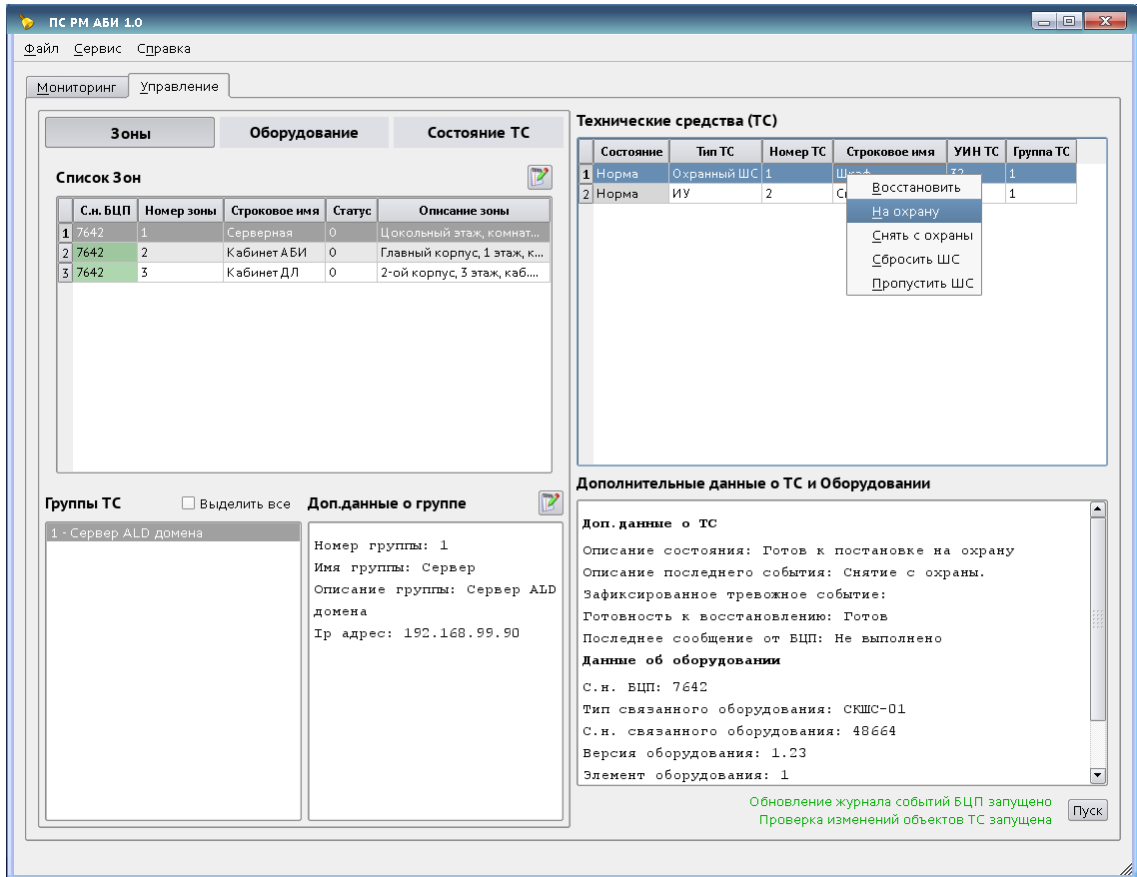
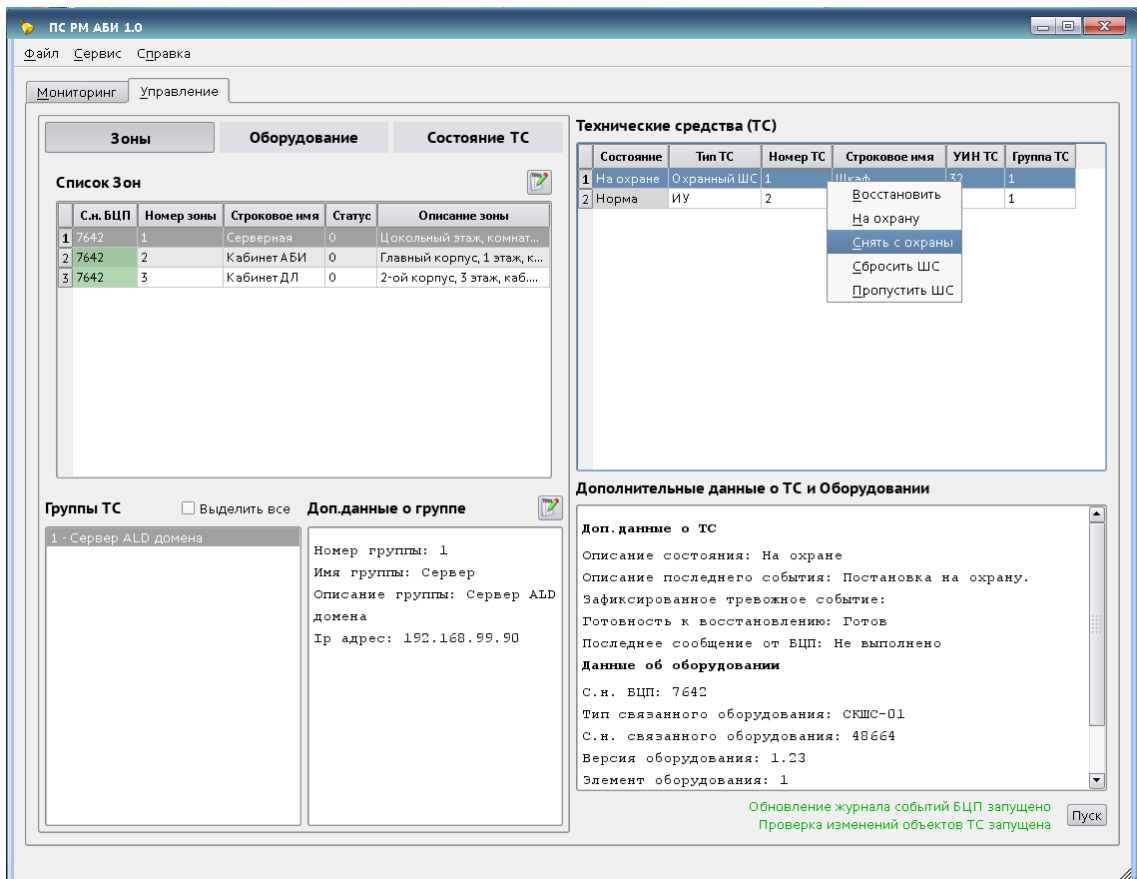

Рис. 5 – Постановка ТС на охрану
Рис. 6 – Снятие ТС с охраны
- поочередно нажимая правой кнопкой мыши на все ТС, менять их состояние: поставлен «на охрану»(рис. 5), «снят с охраны» (рис. 6);